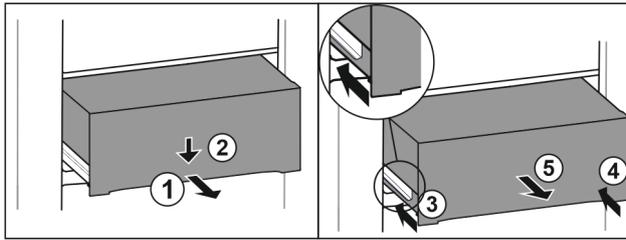

Fig. 152
- ▶ Schubfach halb herausziehen. Fig. 152 (1)
- ▶ Schubfach an der Vorderseite nach unten drücken. Fig. 152 (2)
- ▶ Linke Schiene etwa 2 cm einschieben. Fig. 152 (3)
- ▶ Rechte Schiene etwa 2 cm einschieben. Fig. 152 (4)
- ▶ Schubfach nach vorne entnehmen. Fig. 152 (5)